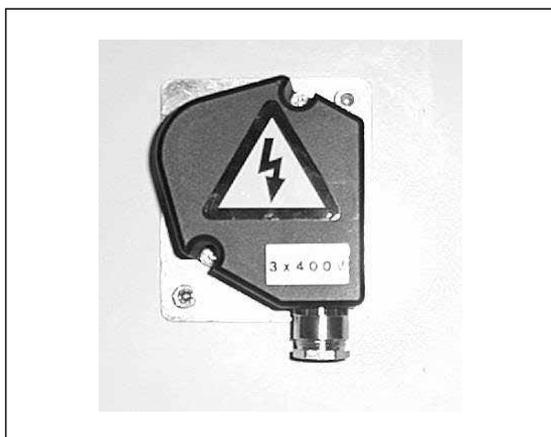

Fig.3
- Verwijder het aansluitkastje (fig.3).